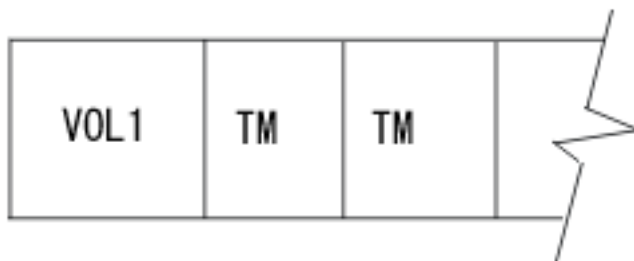

図3. ボリューム・ラベルとテープ・マーク
6 ページの図 3 では、INZTAP コマンドにより、テープにボリューム・ラベル (VOL1) が与えられ、2 つのテープ・マーク (TM) が書き込まれています。